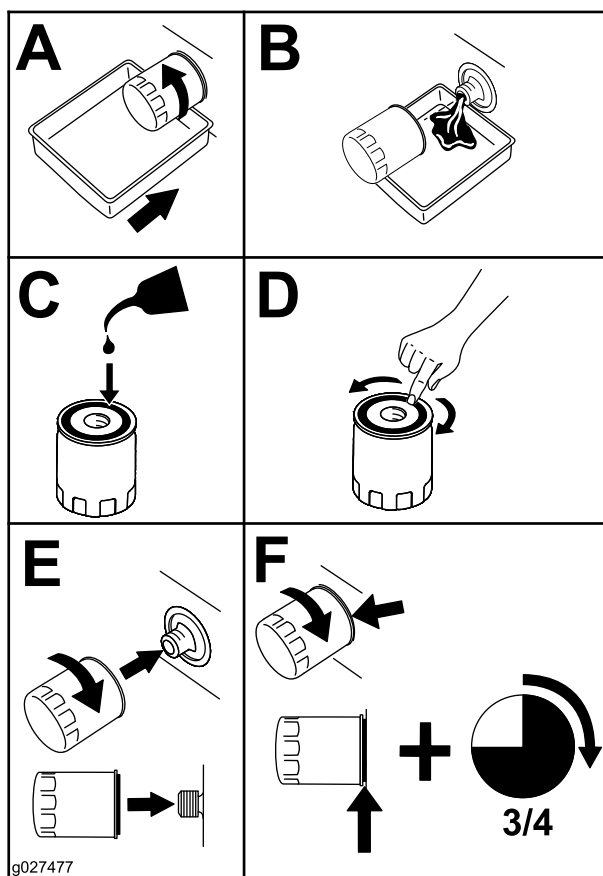

図 51
4. 図 51に示す手順でエンジンオイルフィルタを交換します。